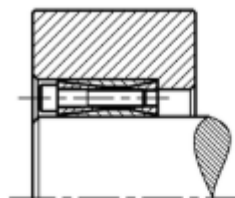
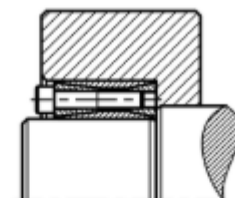

Fig. 2
Fig. 3
- III. Colocar os parafusos nos anéis e centrar o cubo (vide Fig2 e Fig3).
- IV. Apertar os parafusos por igual em forma de cruz em duas ou três etapas, até atingir o torque de aperto (MA) indicado na tabela.